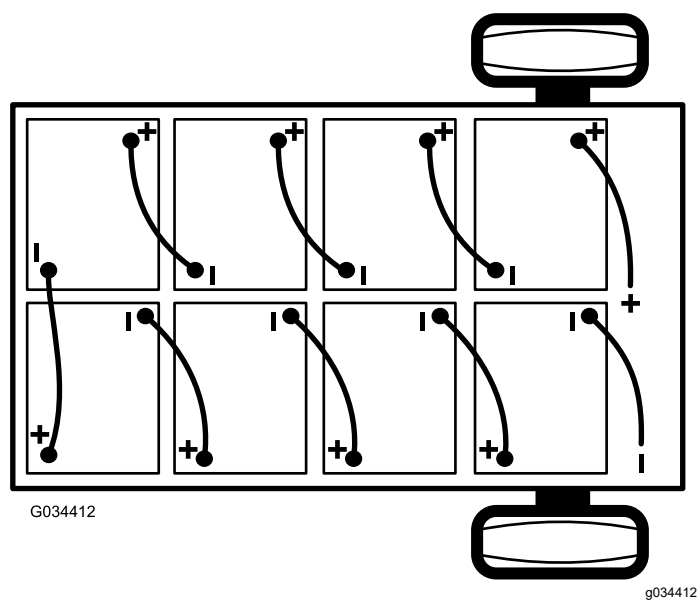

Figura 41
2. Desconecte el cable negativo principal (negro) de las baterías que conecta el banco de baterías a la conexión de tierra de la máquina (Figura 41).
- Desconecte el cable positivo principal de la batería (rojo) que conecta el banco de baterías al contactor principal de la máquina (Figura 41).
Nota: Preste atención a la polaridad de las baterías al instalar las baterías nuevas (Figura 41).
- Conecte las baterías entre sí como se muestra en Figura 41 con los cables de interconexión de las baterías que retiró en el paso 1.
- Conecte el cable positivo principal de las baterías (rojo) entre el banco de baterías y la máquina (Figura 41).
- Conecte el cable negativo principal de las baterías (negro) entre el banco de baterías y la máquina (Figura 41).